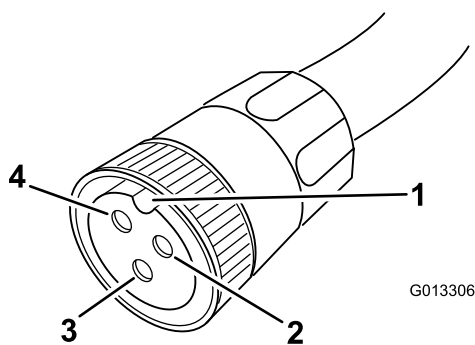

图10
2. 如图 10 所示，拿起电缆使缺口向上（12 点钟方向）。